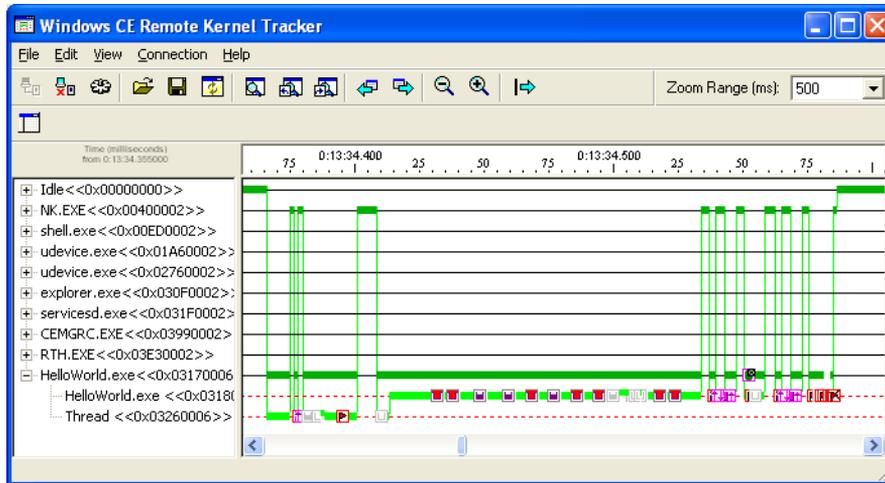

Abbildung 3.11 Überwachen der Threadausführung im Tool Remote Kernel Tracker
8. Starten Sie die *HelloWorld*-Anwendung und überwachen Sie die Threadausführung im Fenster **Windows CE Remote Kernel Tracker** (siehe Abbildung 3.11).